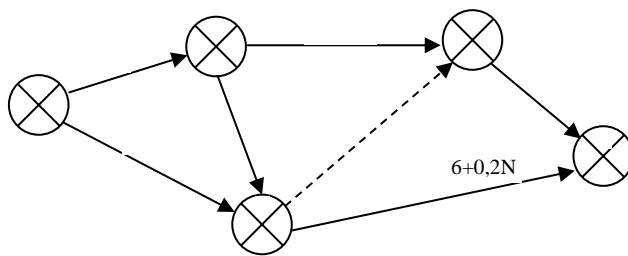

Рис. 7.5. Сетевой график выполнения комплекса работ.
1. На предприятии необходимо выполнить комплекс работ, последовательность которых изображена на сетевом графике (рис. 7.5).